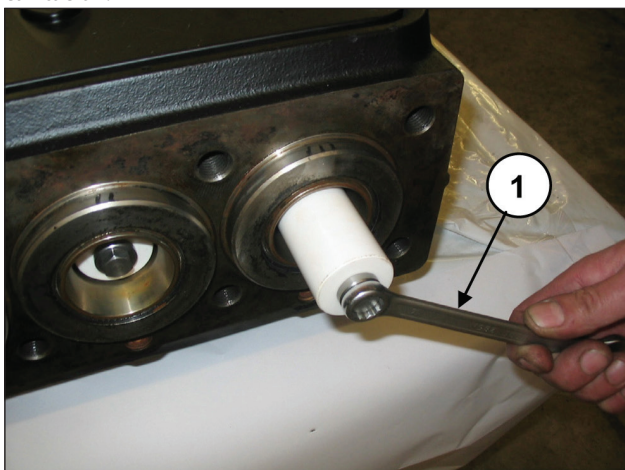

Fig. 121
Desmontar los pistones aflojando los tornillos de fijación (pos. ①, Fig. 121).